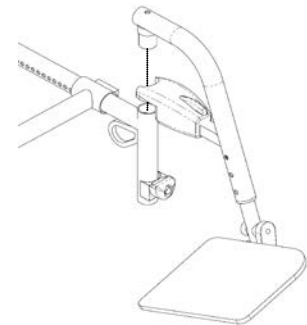

Figure 27 - Retirer l'appui-pied
3. Une fois escamoté, tirer l'appui-pied vers le haut pour le retirer (figure 27).